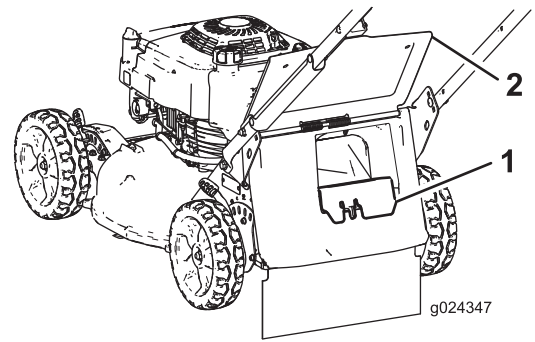

Figura 18
- Si el tapón de descarga trasera no está instalado, sujételo por el manillar, eleve la puerta trasera e introdúzcalo en el conducto de descarga trasera hasta que el enganche encaje en su sitio (Figura 18).
3. Retire el tapón de descarga trasera presionando el enganche hacia dentro con el dedo pulgar y extrayendo el tapón de la máquina (Figura 18).